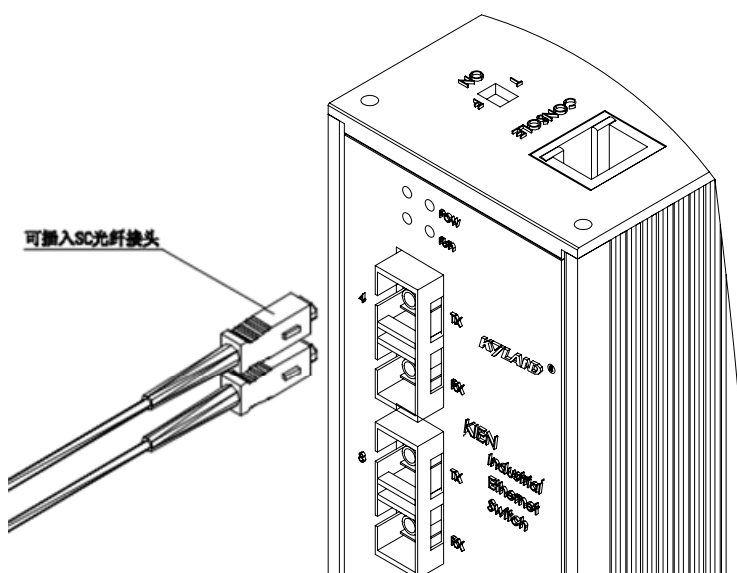

图 4-6 光纤端口的连接
3. 将光缆的一端连接到交换机的光纤接口，另一端连到另一台设备的光纤接口。如图 4-6 所示。